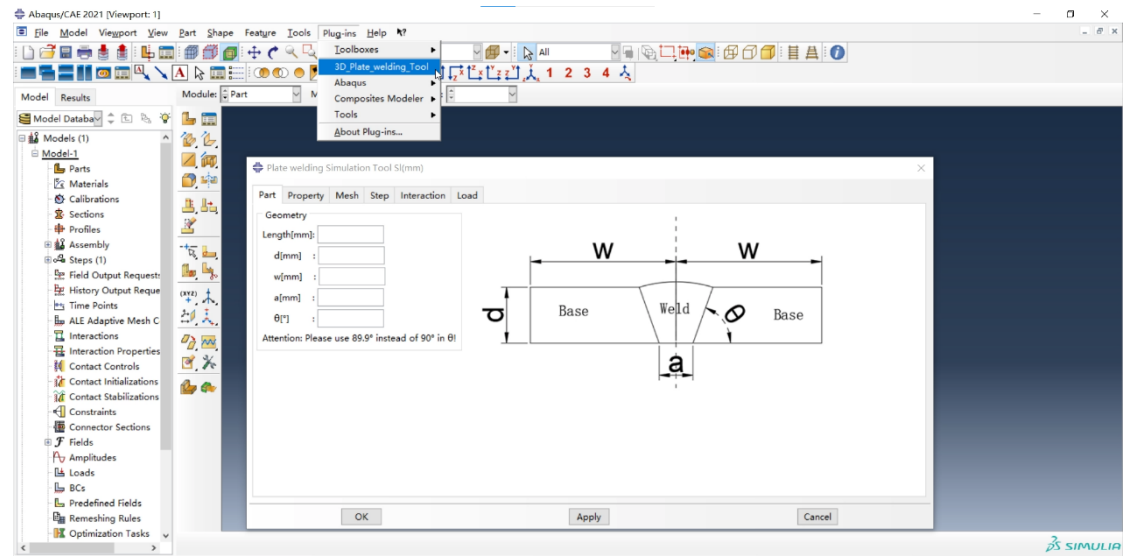

图 3-1-3
3) 以管理员身份启动 Abaqus CAE，在任务栏里点击 Plug-ins，即可调用插件名为 3D\_Plate\_welding\_Tool 的焊接模拟插件如图 3-1-3。